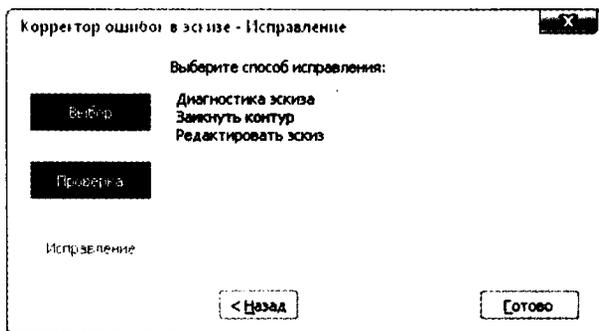

Рис. 3.12. Выбор опции Замкнуть контур для разрешения проблемы эскиза
6. В диалоговом окне **Корректор ошибок в эскизе – Проверка** (рис. 3.12) щелкните **Замкнуть контур**, после чего нажмите кнопку **Готово**.